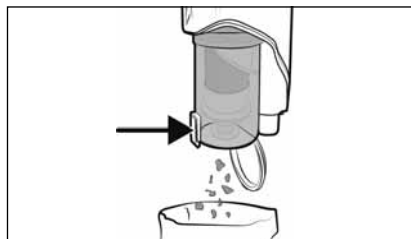

Fig. 18
- 1) Tenere il contenitore della polvere **7** in una pattumiera e premere il tasto di sblocco per il coperchio del contenitore della polvere **8**. Il coperchio del contenitore della polvere **9** si apre e il contenuto viene svuotato nella pattumiera (vedere fig. 18). Quindi richiudere il coperchio del contenitore della polvere **9**.